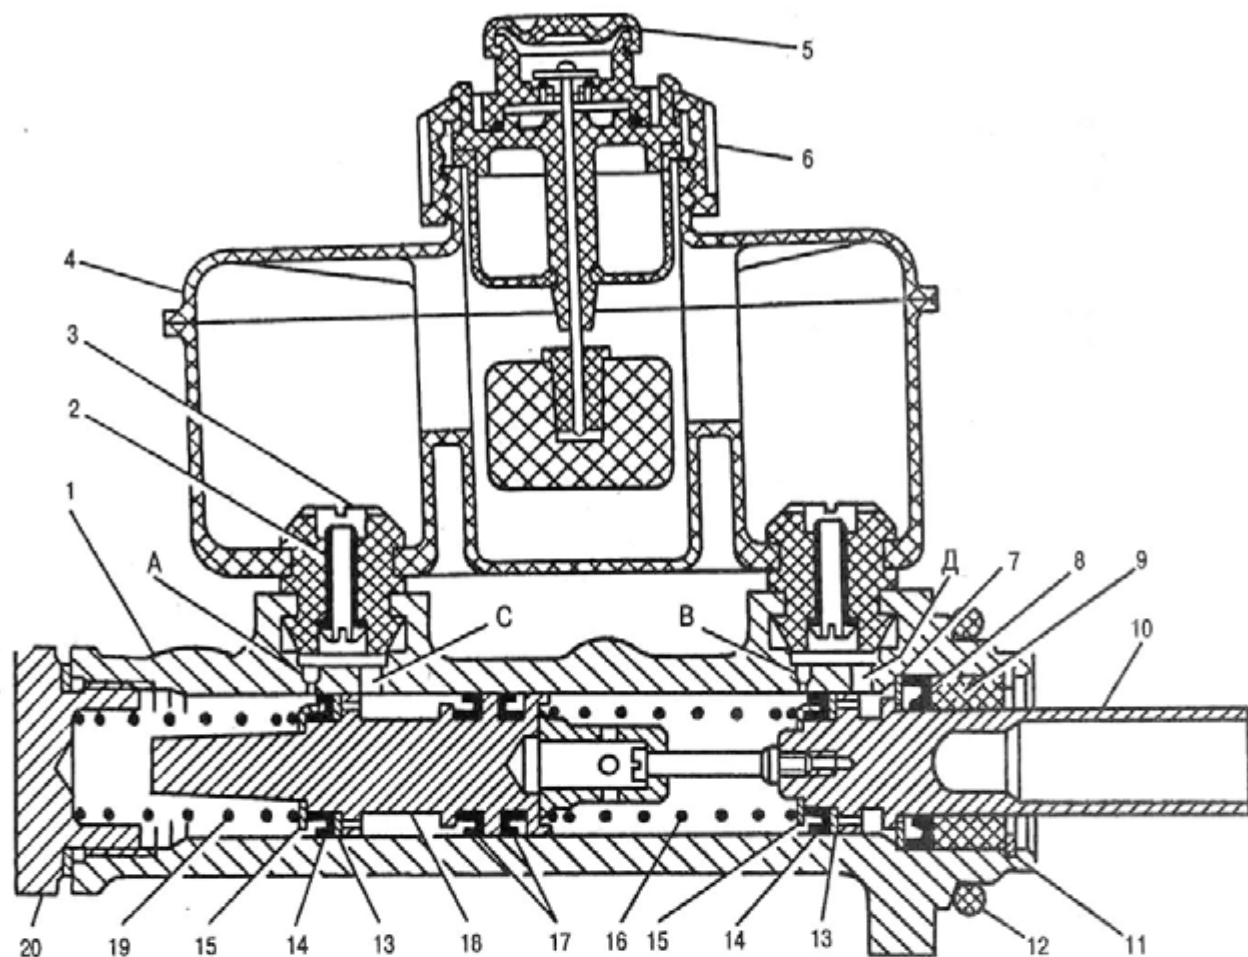

Рис. 234. Главный цилиндр:
На конце толкателя 25 ввернут регулировочный болт 4 с контргайкой 3. Вращением болта его головка устанавливается на расстоянии 1,35 - 1,65 мм, от привалочной поверхности крышки 6 вакуумного усилителя, к которой на двух приварных болтах крепится фланец корпуса 1 (рис. 234) главного тормозного цилиндра. Этот размер при сборке вакуумного усилителя с главным цилиндром обеспечивает оптимальный зазор между головкой регулировочного болта и сферой поршня 10 главного цилиндра.
Главный тормозной цилиндр (рис. 234) с двумя последовательно расположенными поршнями 10 и 18 и двухсекционным бачком 4 для тормозной жидкости крепится к крышке вакуумного усилителя двумя гайками с пружинными шайбами.
1. Залейте в бачок 4 главного тормозного цилиндра (см. рис. 234) тормозную жидкость до метки MAX.